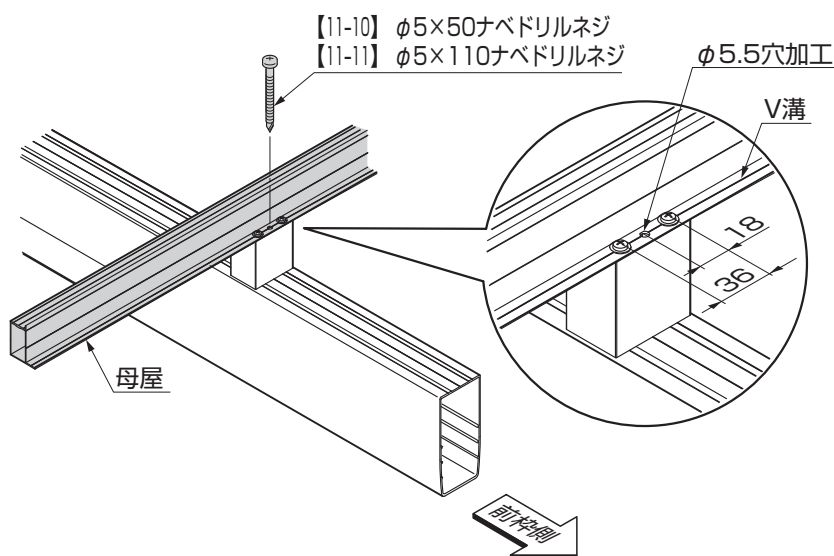

図4-7
④母屋を固定しているネジ【11-6】、【11-8】の中間V溝上にφ5.5の穴をあけてください。（図4-7参照）